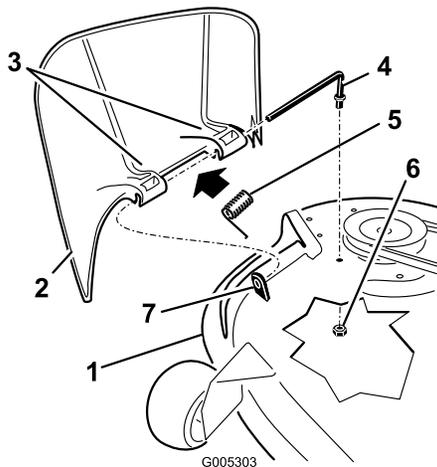

Bild 46
- Machen Sie die in Bild 46 gezeigten Teile ausfindig.
- Nehmen Sie die Mutter (3/8 Zoll) aus der Stange unter dem Mähwerk ab (Bild 46).
- Schieben Sie die Stange aus dem kurzen Vorsprung, der Feder und dem Ablenkblech (Bild 46). Entfernen Sie defekte oder abgenutzte Ablenkbleche.
- Montieren Sie das Ablenkblech (Bild 46).
- Setzen Sie die Feder mit den Enddrähten nach unten auf die Stange, zwischen die Ablenkblechhalterungen. Schieben Sie die Stange durch die zweite Halterung am Grasablenkblech (Bild 46).
- Schieben Sie die Stange vorne am Ablenkblech in den kurzen Vorsprung am Mähwerk. Befestigen Sie das hintere Stangenende mit einer Mutter (3/8 Zoll) am Mähwerk (Bild 46).